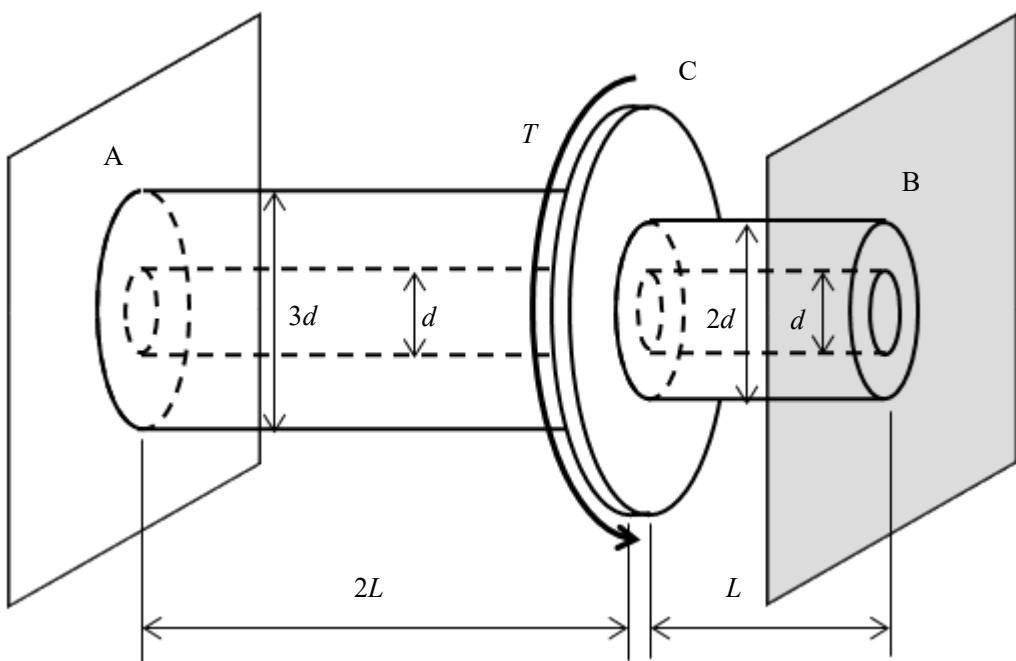

Fig. 1 中空円筒材.
- [1] 図1に示すように、外径 $3d$ 、内径 d 、長さ L の中空円筒1と、外径 $2d$ 、内径 d 、長さ L の中空円筒2がC点において剛体円盤で接合され、それぞれの他端は剛体壁により固定されている。剛体円盤Cにはねじりモーメント T が作用している。中空円筒1,2の横弾性係数がともに G であるとき以下の問い合わせに答えなさい。なお、剛体円盤の厚さは無視できるものとする。